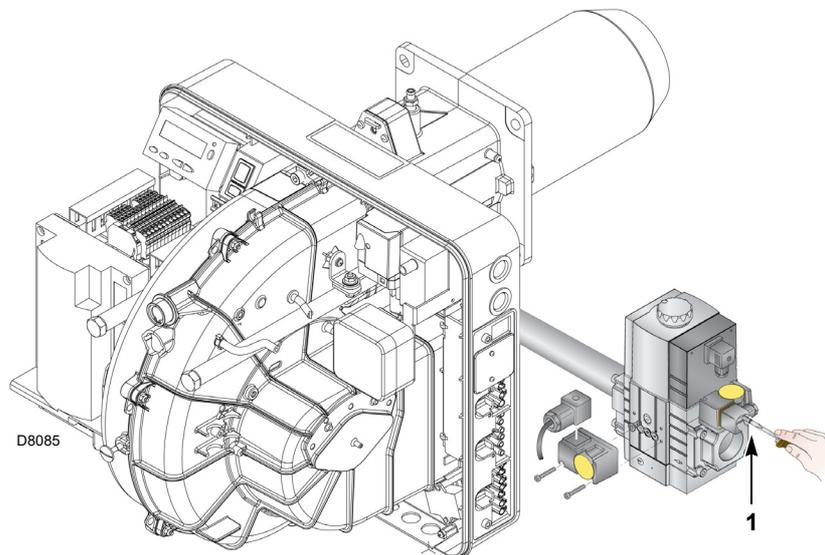

Fig. 31
- Controllare la pressione di alimentazione del gas collegando un manometro sulla presa di pressione 1)(Fig. 31) del pressostato gas di minima: deve essere inferiore alla pressione massima consentita della rampa gas, riportata nella targhetta delle caratteristiche.
- Sfiatare l'aria dalla tubazione della rampa gas, collegando un tubo in plastica sulla presa di pressione 1)(Fig. 31) del pressostato gas di minima. Portare all'esterno dell'edificio il tubo di sfiato, fino ad avvertire l'odore del gas.